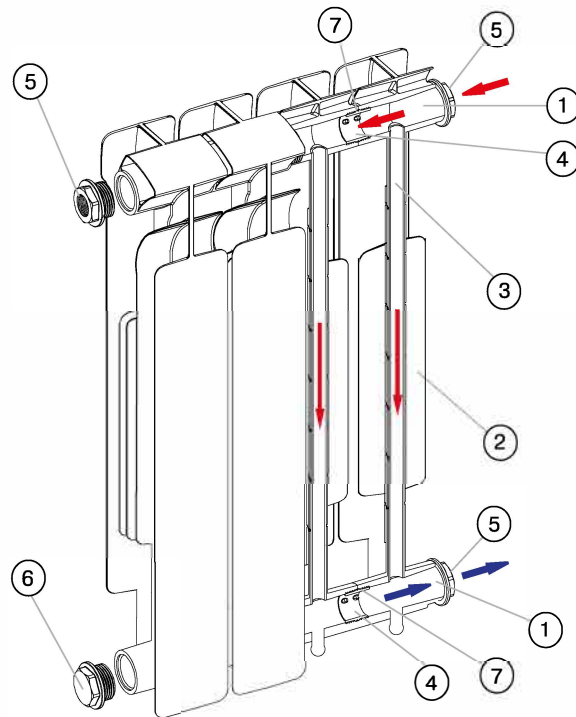

Рис. 2.
Секция алюминиевого радиатора STOUT Bravo (рис. 2) изготовлена из качественного алюминиевого сплава методом литья под давлением. Она представляет собой единый монолит из двух коллекторов (1) (верхнего и нижнего) и связывающего их оребрения (2), внутри которого проходит вертикальный канал овального сечения (3).